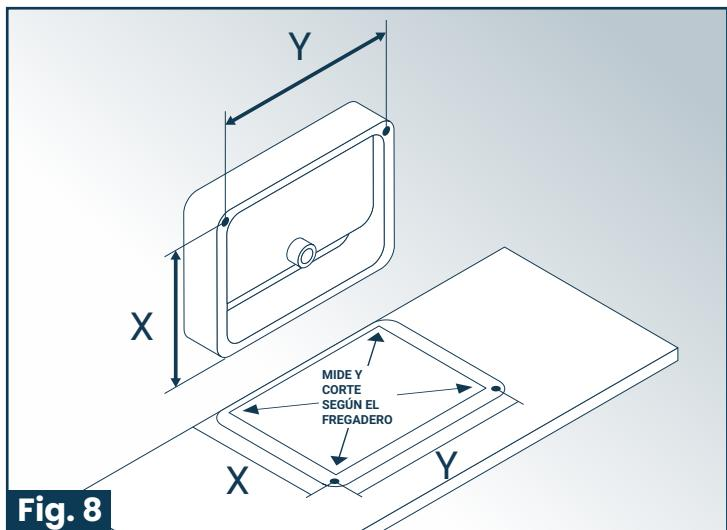

Fig. 8
- Transfiere las dimensiones a tu encimera usando tu fregadero como plantilla. La distancia "X" e "Y" será una medida fija basada en su modelo de fregadero. Sin embargo, la posición del fregadero en el mostrador variará según la distancia que prefiera de la pared; asegúrese de considerar la ubicación del desagüe y el grifo al determinar la posición final del fregadero. (Fig. 8)